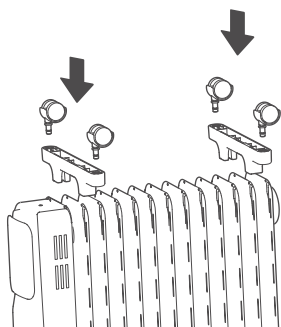

图1
2. 如图1所示，将四个万向轮分别对准并安装在两个支脚的四个底部安装孔上。